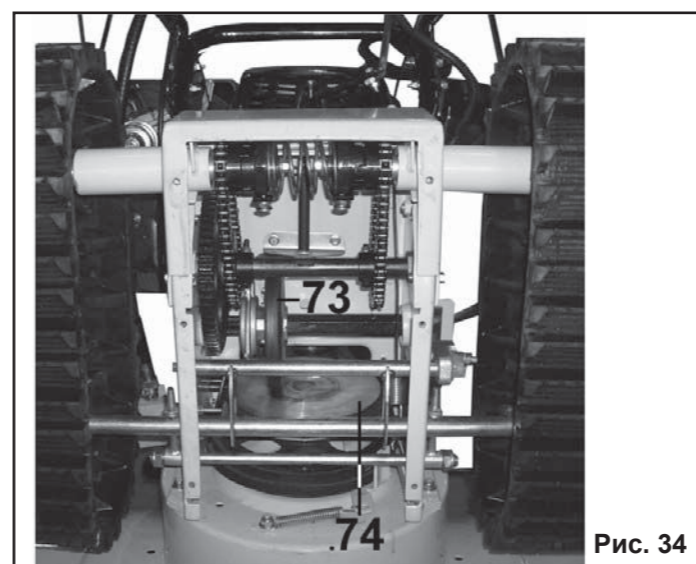

Рис. 34
9.13. Проверка системы привода колес/гусениц (Рис.34).
9.13.4. Выкрутите болты крепления нижней крышки корпуса редуктора и демонтируйте ее (на Рис.34 крышка корпуса редуктора снята).